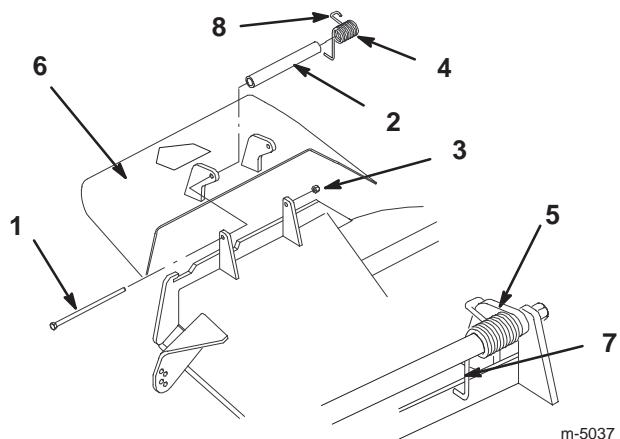

Bild 6
- Setzen Sie die Schraube und Mutter ein. Führen Sie das J-förmige Hakenende der Feder um das Ablenkblech (Bild 6).
Note: Achten Sie darauf, dass das L-förmige Federende hinter der Kante der Abdeckung installiert wird, bevor Sie die Schraube wie in Bild 6 gezeigt einsetzen.